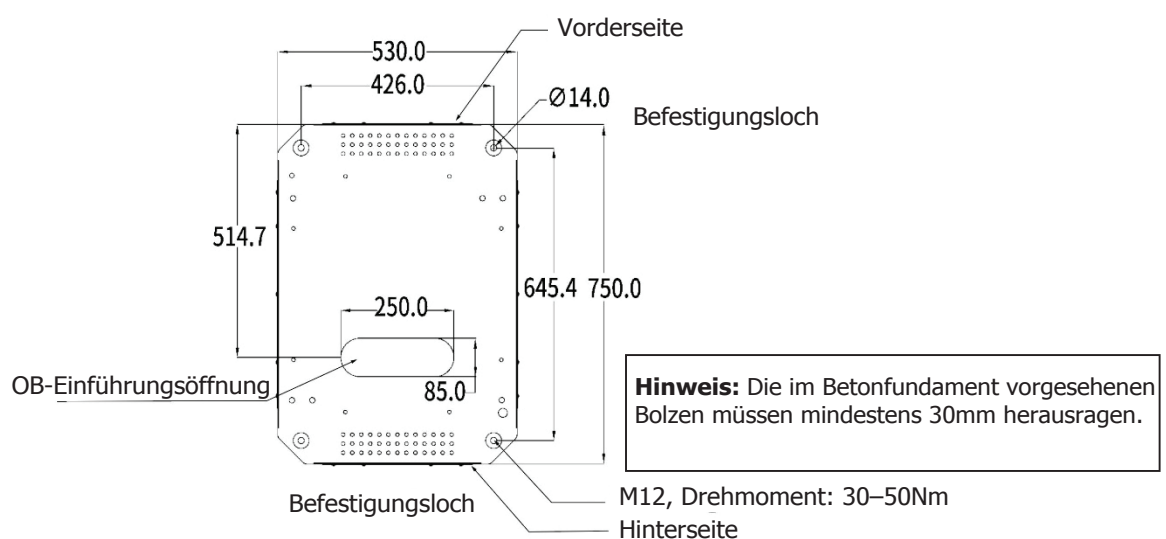

Abbildung 5.2
- Beim Vorbereiten des Fundaments und der Verkabelung ist auf die Positionen der Kabeldurchführungen und der Ankerbolzen zu achten, wie in Abbildung 5.2 dargestellt.